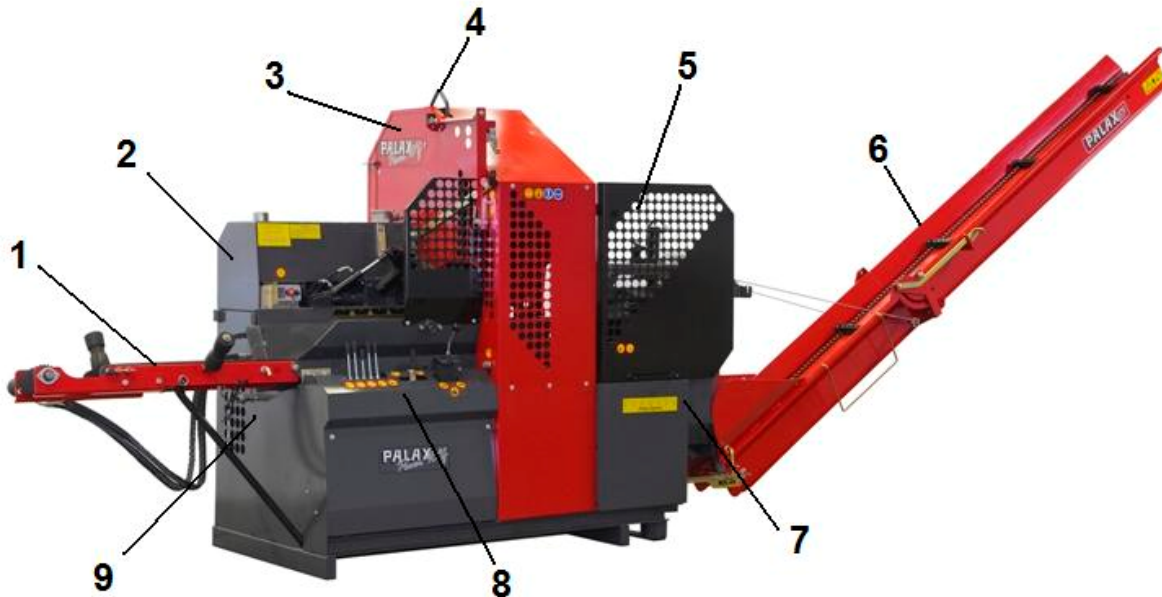

Abb. 1
2.4 Hauptbestandteile der Maschine, Abb. 1